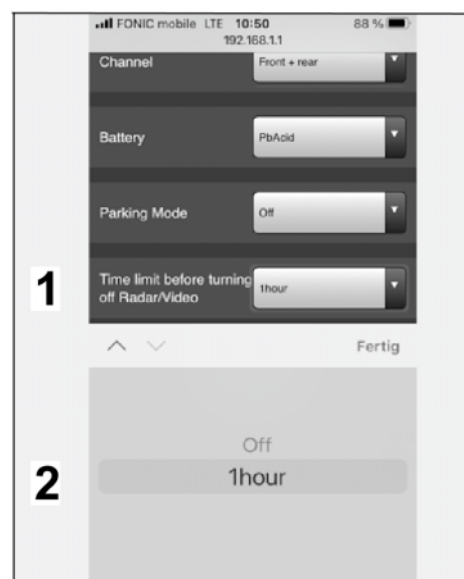

Bild 24
5.3.6 Zeit-Limit wählen (⇒ Bild 24)